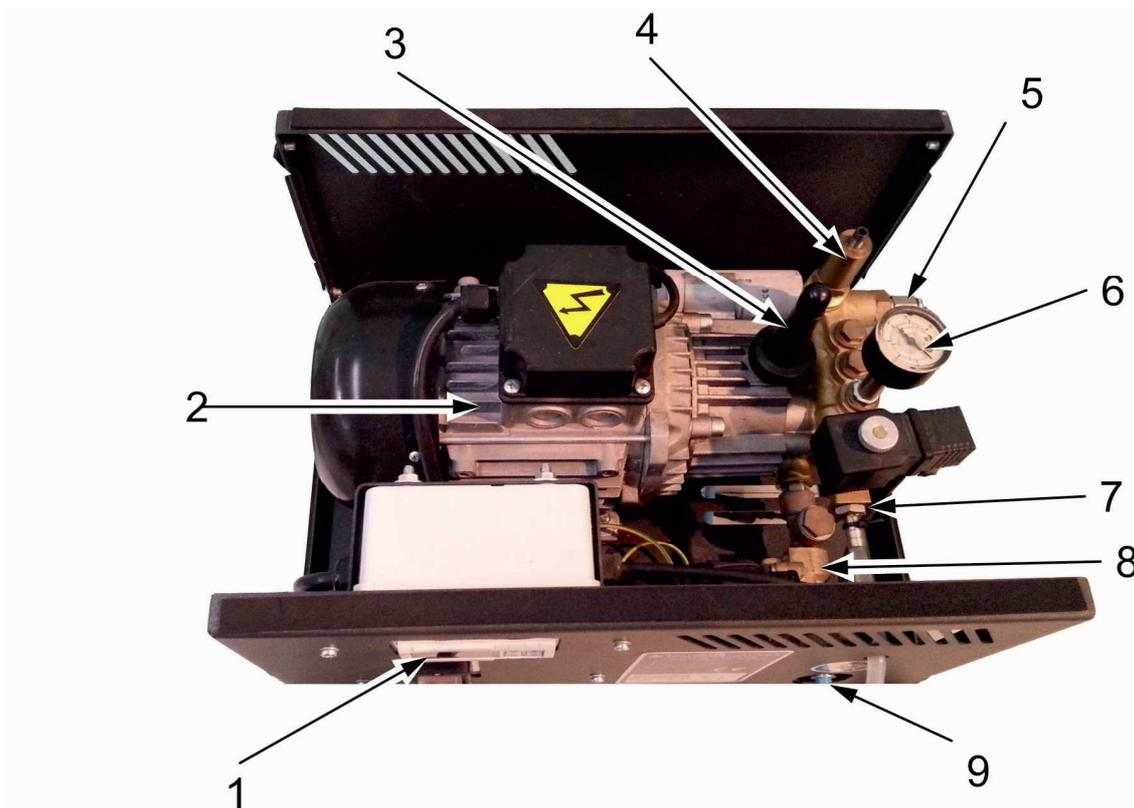

Fig. 2
4. Si nécessaire, ajuster la pression à 70 bar par ajustement de la aide d'une clé à six pans creux d.4 sur la vanne de régulation (fig.2). Cette opération doit être effectuée par un personnel qualifié. Effectuez cette opération en tournant la vis lentement pendant que la machine est en marche.